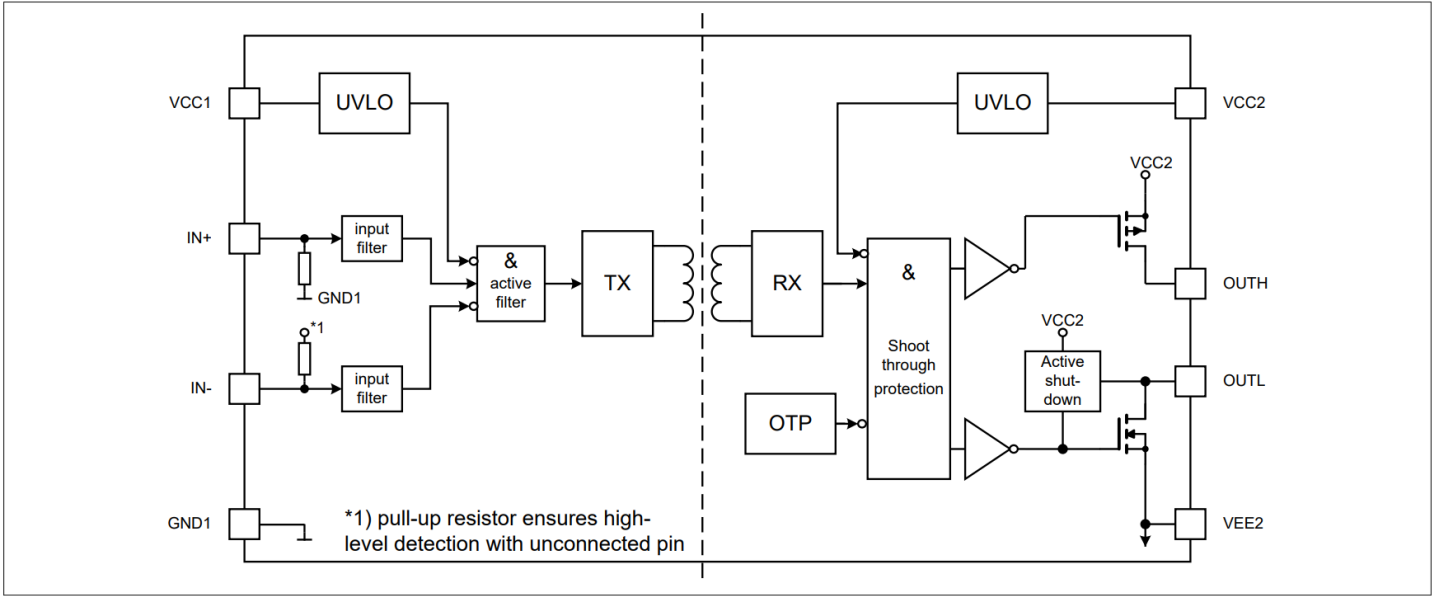

图 2 具有独立灌电流和拉电流引脚器件的框图（1ED3140、1ED3141 和 1ED3142）
- IN+：驱动器输出的同相控制信号。内部滤波器可有效抑制 IN+ 上的噪声。如果该引脚处于开路状态，内部弱下拉电阻会将该引脚拉至低电平状态，如图 2 所示。
- IN-：驱动器输出的反相控制信号。内部滤波器可有效抑制 IN- 的噪声。如果保持开路，内部弱上拉电阻会将该引脚拉至高电平状态，如图 2 所示。